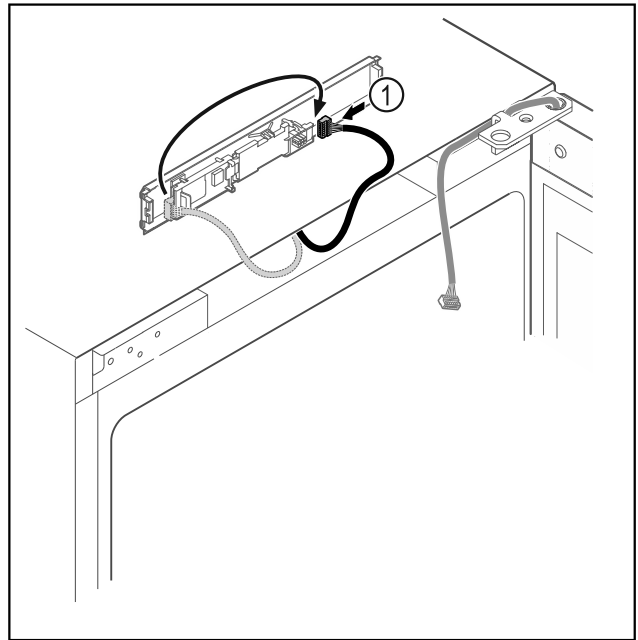

Fig. 13
- Zmeňte zapojenie zástrčky Fig. 13 (1) na doske plošných spojov.